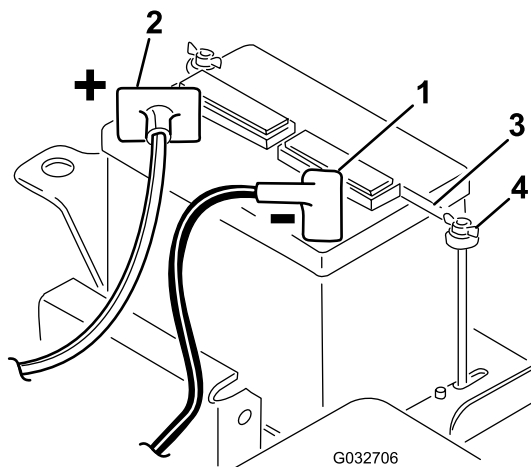

Figure 5
2. Branchez le câble de batterie positif (rouge) entre le solénoïde de démarreur et la borne positive (+) de la batterie (Figure 5). Fixez-le avec un boulon de carrosserie et un écrou.
5. Mettez en place la barrette de maintien de la batterie et les rondelles et fixez le tout avec les écrous à oreilles (Figure 5).